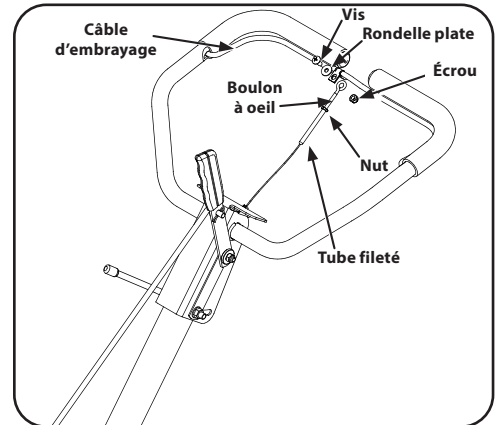

Figure 2-8
4. Enlevez la vis, l'écrou autobloquant à bride et la rondelle de la commande d'embrayage. Voir Figure 2-8.
6. Placez l'écrou sur le boulon à œil avant d'insérer le boulon dans le tube à l'extrémité du câble. Vissez le boulon jusqu'à environ $\frac{3}{4}$ po du filetage. Serrez bien l'écrou. Voir Figure 2-8.